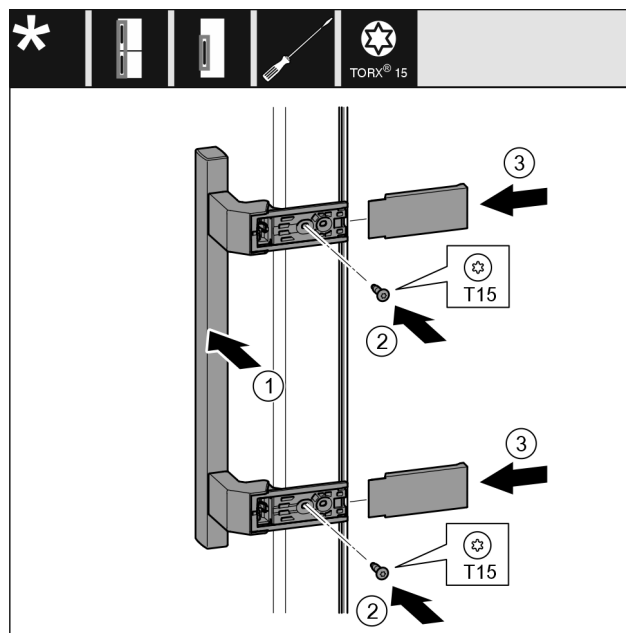

Fig. 53
- Postavite ručku Fig. 53 (1) na suprotnu stranu.
- Odvijačem pritegnite vijke Fig. 53 (2).
- Postavite poklopce Fig. 53 (3) bočno i natakните ih.